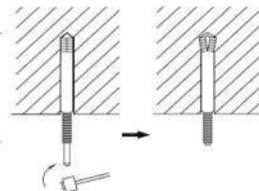

Fig.7
- (2). Insérez les boulons d'ancrage dans les trous percés, puis introduisez complètement les goupilles dans les boulons d'ancrage à l'aide d'un marteau. (Fig. 7)